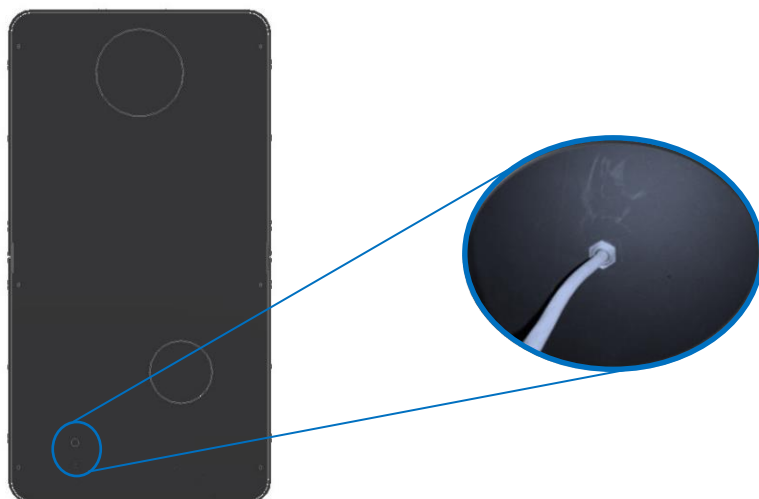

Figure 48 - Acheminement des câbles pour le kit de ventilation
* Vous devez ensuite faire passer le câblage par le trou à l'arrière de l'équipement et serrer le presse-étoupe, Figure 48;